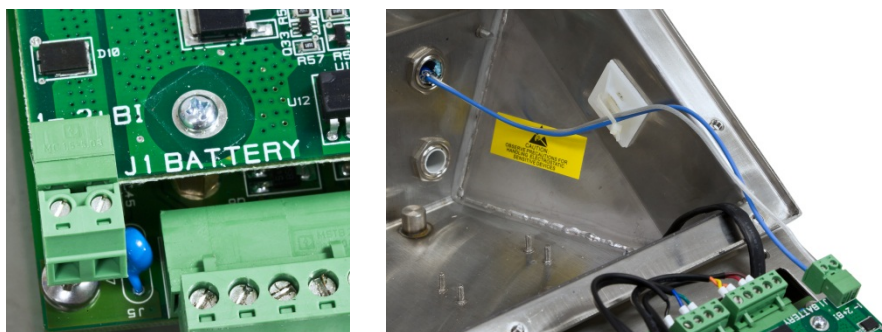

Figura 3-32: Conector del paquete de batería de la PAB (izquierda) e instalación del cable de la batería
10. Finalmente, los dos conductores del cable de conexión de la batería NIMH terminan en los dos terminales del puerto J1-BATTERY en la IND560x-PAB (Figura 3-32). El color del conductor para cada una de estas conexiones se describe en la Tabla 3-10. Sujete cualquier conducto suelto del paquete de batería en el gabinete del IND560x como se muestra en la Figura 3-32.